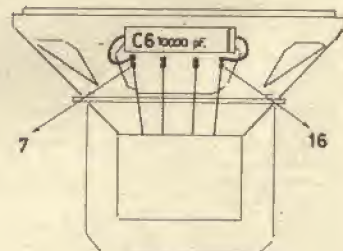

FIG. 7 - L'altoparlante
**Altoparlante.** Piazzare il condensatore C6 come in fig. 7 e saldare agli stessi terminali due fili in plastica di cm. 20 circa.